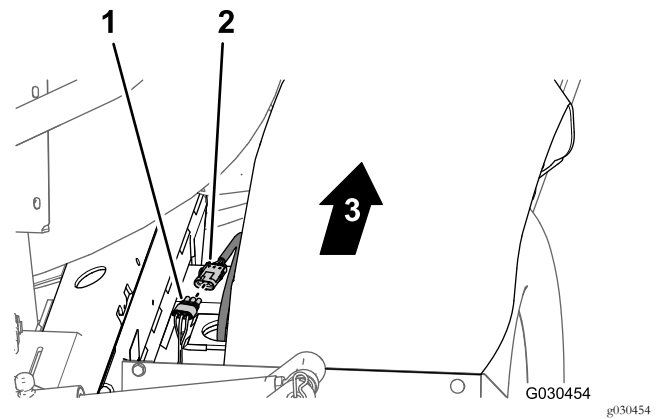

Bild 117
2. Stecken Sie hinten an der Maschine (zwischen dem rechten Rahmenrohr und dem rechten Kotflügel) den 3-Stift-Stecker des Geschwindigkeitssensorkabelbaums am rechten Hydraulikantriebsmotor in den 3-Buchsen-Stecker (nicht beschriftet) des hinteren Hauptkabelbaums (Bild 117).